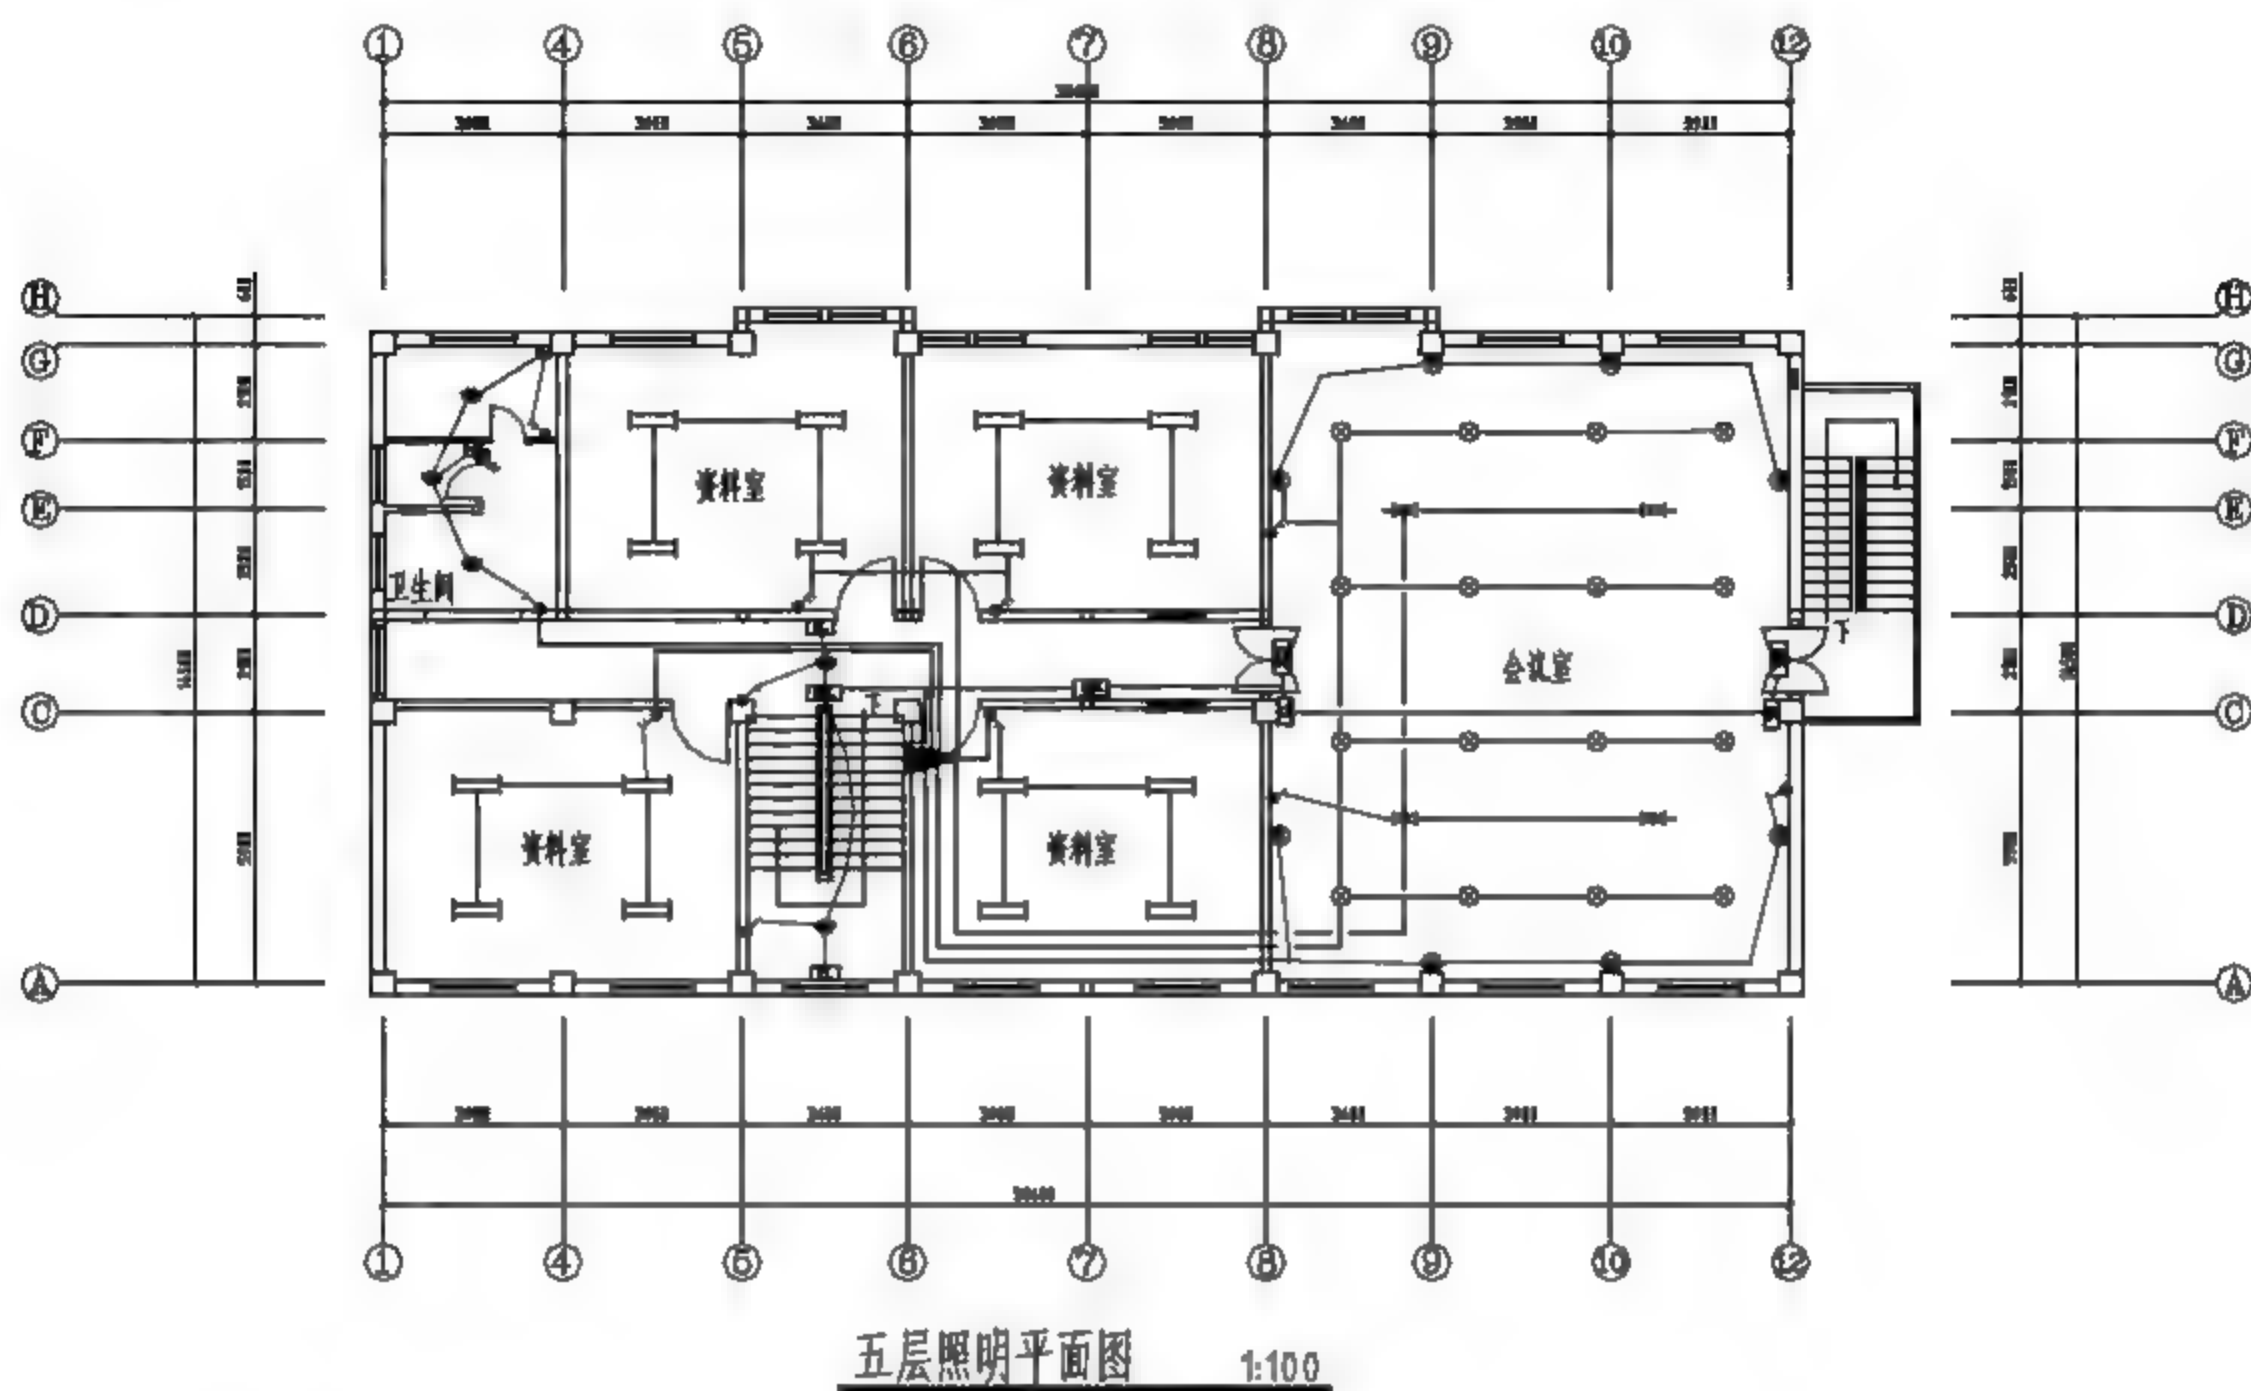

图12-32 照明平面图
(1) 参考本章介绍的绘图方法, 绘制照明平面图, 如图12-32所示。